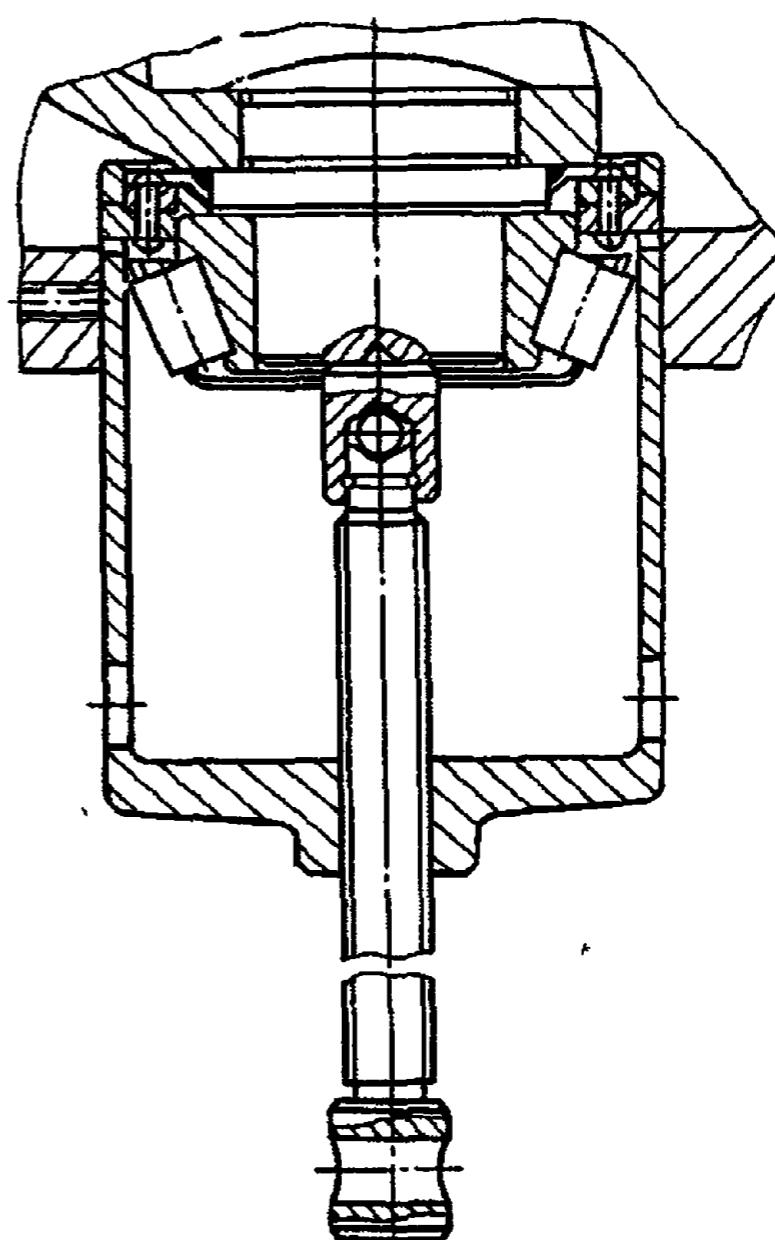

Рис. 48. Выпрессовка подшипника шкворня переднего моста
9. Выпрессуйте съемником роликоподшипник 19, как показано на рис. 48.	Съемник И801.48.000